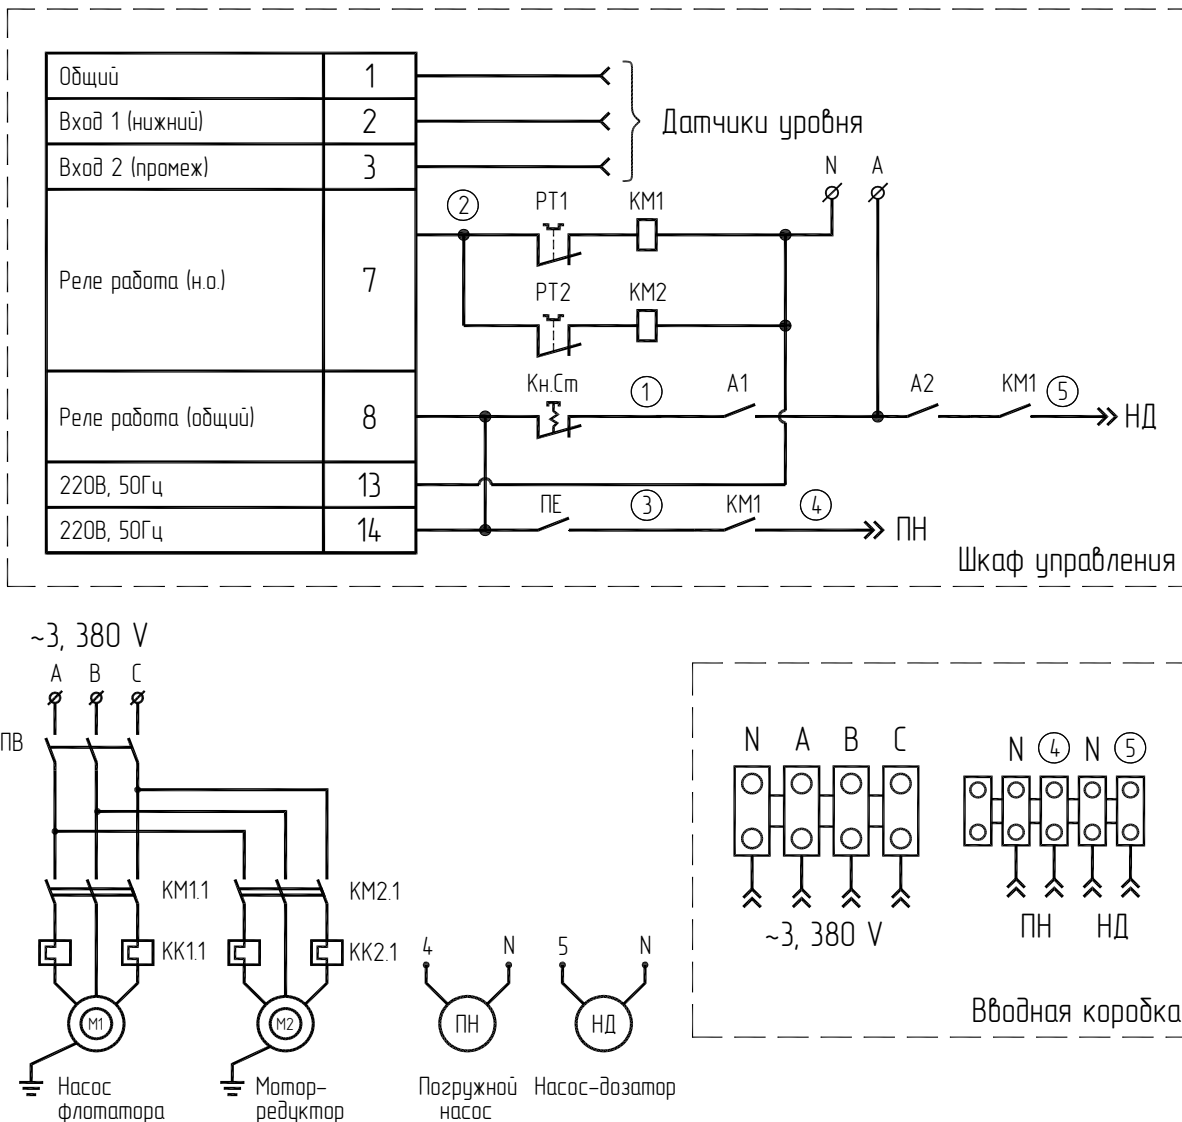

Рис. 3. Принципиальная электрическая схема флотатора.
5.11. Для использования дополнительного насоса подачи следует установить дополнительный пускатель, управление которым вывести с пульта «ФФУ» в соответствии с электросхемой (Рис. 3).
Подключение установки к питающей сети всех электропотребителей производится непосредственно через пульт управления согласно схеме Рис.3.